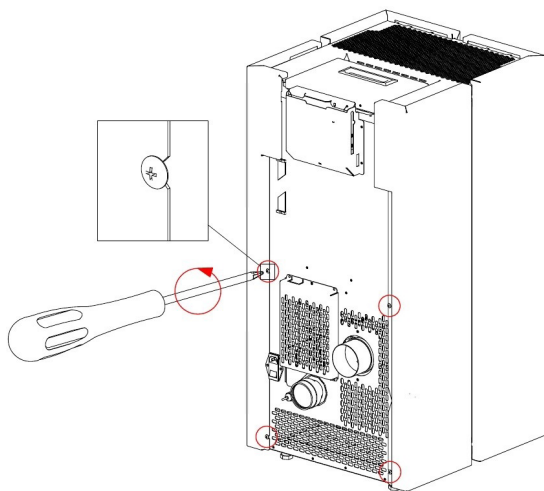

Fig. 47 - Entfernen der Schrauben
- Die 4 hinteren Schrauben herausschrauben (siehe **Fig. 47 a pag. 26**).